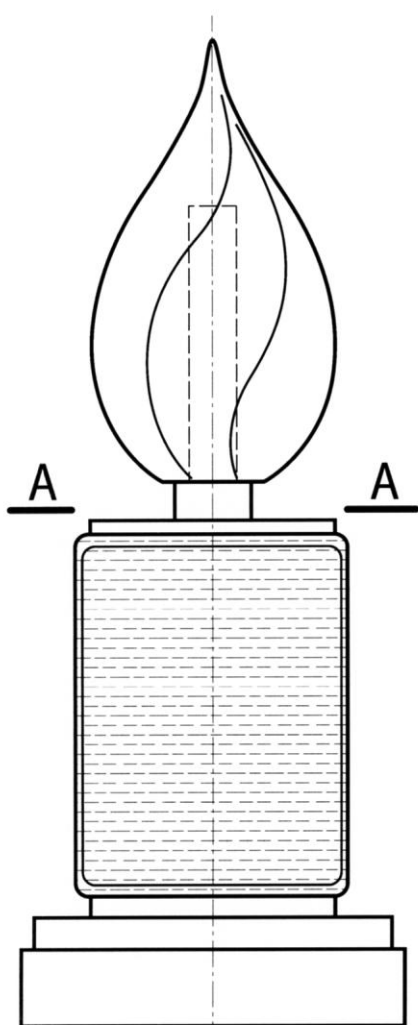
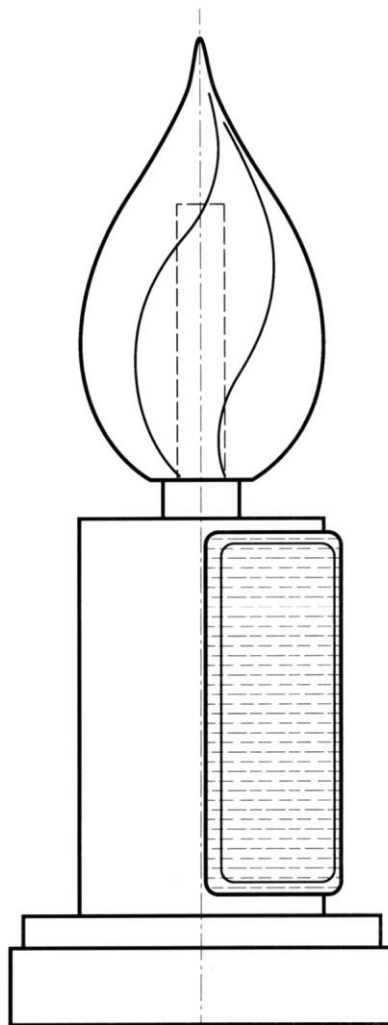

Fig. 1
Fig. 2
Przedmiot według wzoru przemysłowego stanowiący znicz fotowoltaiczny uwidoczniony został na rysunku, na którym przedstawiono pierwszą odmianę wykonania znicza fotowoltaicznego na fig. 1 – w widoku z przodu, na fig. 2 – w widoku z boku, na fig. 3 – w widoku z góry zgodnie z oznaczeniem A–A z fig. 1; przedstawiono drugą odmianę wykonania znicza fotowoltaicznego na fig. 4 – w widoku z przodu, na fig. 5 – w widoku z boku, na fig. 6 – w widoku z góry zgodnie z oznaczeniem A–A z fig. 4; przedstawiono trzecią odmianę wykonania znicza fotowoltaicznego na fig. 7 – w widoku z przodu, na fig. 8 – w widoku z boku, na fig. 9 – w widoku z góry zgodnie z oznaczeniem A–A z fig. 7; przedstawiono czwartą odmianę wykonania znicza fotowoltaicznego na fig. 10 – w widoku z przodu, na fig. 11 – w widoku z boku, na fig. 12 – w widoku z góry zgodnie z oznaczeniem A–A z fig. 10; przedstawiono piątą odmianę wykonania znicza fotowoltaicznego na fig. 13 – w widoku z przodu, na fig. 14 – w widoku z boku, na fig. 15 – w widoku z góry zgodnie z oznaczeniem A–A z fig. 13; przedstawiono szóstą odmianę wykonania znicza fotowoltaicznego na fig. 16 – w widoku z przodu, na fig. 17 – w widoku z boku, na fig. 18 – w widoku z góry zgodnie z oznaczeniem A–A z fig. 16; przedstawiono siódmą odmianę wykonania znicza fotowoltaicznego na fig. 19 – w widoku z przodu, na fig. 20 – w widoku z boku, na fig. 21 – w widoku z góry zgodnie z oznaczeniem A–A z fig. 19; przedstawiono ósmą odmianę wykonania znicza fotowoltaicznego na fig. 22 – w widoku z przodu, na fig. 23 – w widoku z boku, na fig. 24 – w widoku z góry zgodnie z oznaczeniem A–A z fig. 22.
1. pierwsza odmiana uwidoczniona jest na fig. 1, fig. 2, fig. 3;
Istotę cech nowości i oryginalności wzoru przemysłowego stanowiącej nową postać znicza fotowoltaicznego, według wzoru przemysłowego, uwidocznionego na załączonych rysunkach fig. 1–fig. 24, przejawiają się tym, że ma górną część o charakterystycznym kształcie stanowiącej stylizowany płomień o zarysie kropli oraz ma część środkową stanowiącą korpus o zarysie walca lub walca o ściętych symetrycznie bokach lub prostopadłościanu o przekroju kwadratu lub trójkąta, na którym ma umieszczone elementy fotowoltaiczne o kształcie płaskich lub wypukłych płyt, a część dolną stanowi walec posiadający schodkowy średnicowo górny zarys.
Istotne cechy znicza fotowoltaicznego, według wzoru przemysłowego, stanowiącej nową postać znicza fotowoltaicznego, uwidocznionego na załączonych rysunkach fig. 1–fig. 24, przejawiają się tym, że ma górną część o charakterystycznym kształcie stanowiącej stylizowany płomień o zarysie kropli oraz ma część środkową stanowiącą korpus o zarysie walca lub walca o ściętych symetrycznie bokach lub prostopadłościanu o przekroju kwadratu lub trójkąta, na którym ma umieszczone elementy fotowoltaiczne o kształcie płaskich lub wypukłych płyt, a część dolną stanowi walec posiadający schodkowy średnicowo górny zarys.
Pierwsza odmiana wykonania znicza fotowoltaicznego przedstawiona na fig. 1, fig. 2, fig. 3 charakteryzuje się tym, że ma górną część o charakterystycznym kształcie stanowiącej stylizowany płomień o zarysie kropli oraz ma część środkową stanowiącą korpus o zarysie walca, na którym ma umieszczony element fotowoltaiczny o kształcie półkolistej wypukłej płyty, a część dolną stanowi walec posiadający schodkowy średnicowo górny zarys.